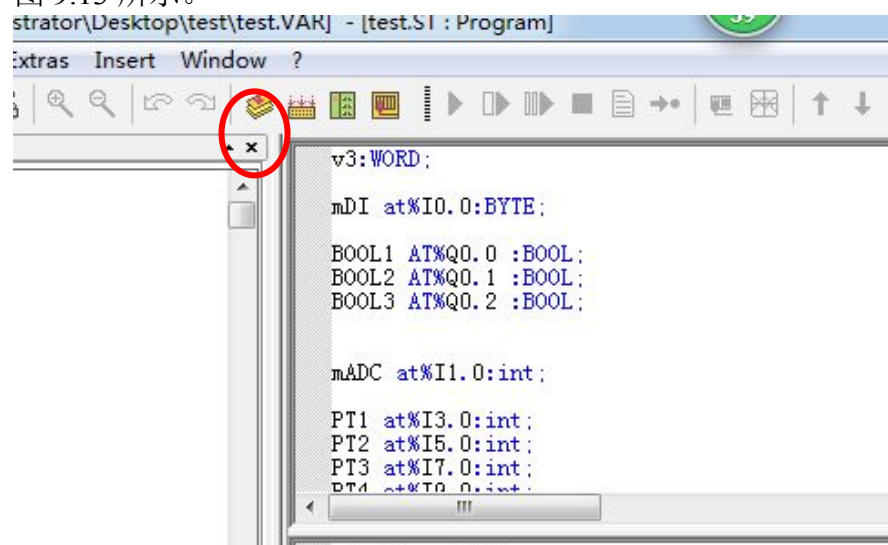

图 9.13 点击 Build Active Resource 按钮
1、完成程序编写后需点击 Build Active Resource（生成当前资源）按钮，如图 9.13 所示。